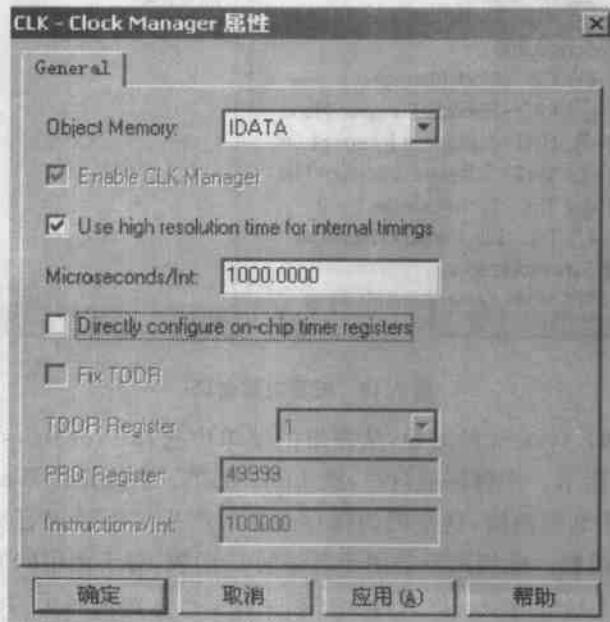

图 7.21 时钟管理器属性对话框
- (5) 将 bufLen 一栏内改为 data IO\_CLK 并单击 OK 按钮。
- (6) 双击被称为 dataIO\_CLK 的 CLK 对象, 当此 CLK 对象激活时调用的函数为 -dataIO, 此函数即为 VOLUME.C 中的 dataIO 函数。
- (7) 既然 dataIO 函数已不再出现在 main 函数中, 是什么导致 CLK 对象运行此函数呢? 右击 CLK\_Clock Manager 对象, 然后从弹出的菜单中选择 Properties, 将可以看到时钟管理器属性对话框, 如图 7.21 所示。选中 Enable CLK Manager 时, 定时中断驱动 CLK Manager, 此栏显示灰色, 表明不允许更改。这是因为已有一个使用 CLK Manager 的 CLK 对象。如果要禁止 CLK Manager, 则需删除所有 CLK 对象。